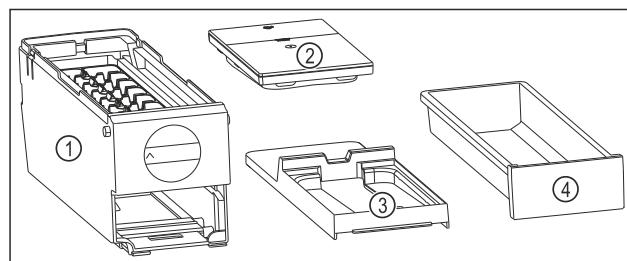

Fig. 145 Составные части EasyTwist-Ice
- ▶ EasyTwist-Ice разобран на четыре части. (см. Fig. 145)
- ▶ Разбирайте EasyTwist-Ice только на составные части, представленные на рисунке. (см. Fig. 145)
- ▶ Очищайте корпус EasyTwist-Ice Fig. 145 (1) как цельное устройство.